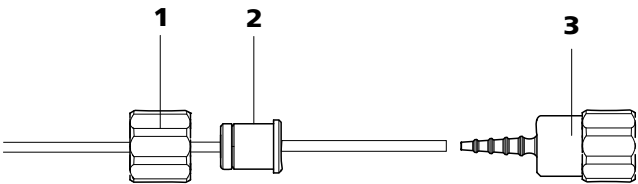

Figure 27 Installer une connexion pour tuyau de pompe sans filtre
- **Cas B:** une connexion pour tuyau de pompe **sans filtre** 6.2744.160 (voir Figure 27, page 50).